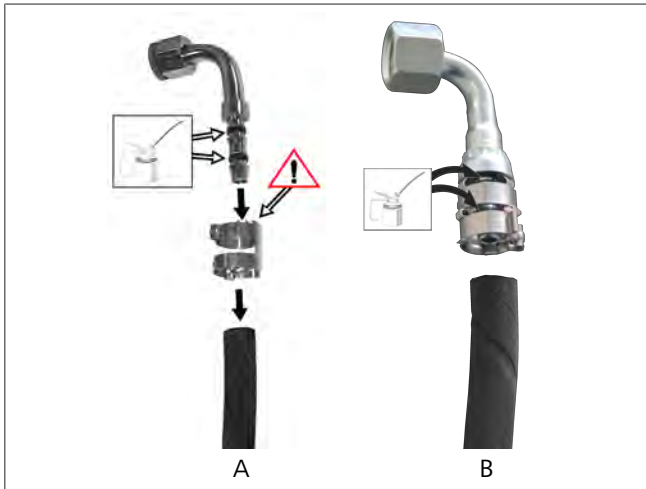

Abb. 22 Fittings schmieren
- Fitting mit separaten Klemmschellen: siehe Abb. 22, Teil A.
- Fitting mit einer festen Klemmschelle: siehe Abb. 22, Teil B.